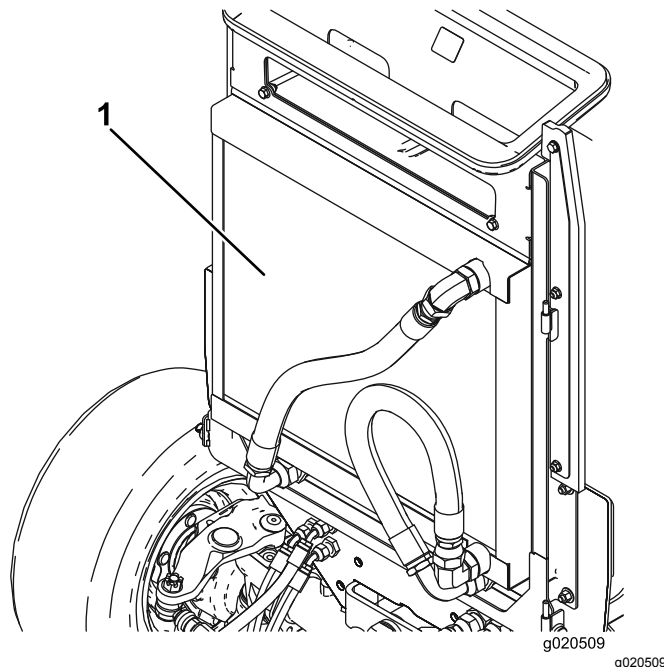

Figura 65
3. Limpie a fondo ambos lados del enfriador de aceite y del radiador con aire comprimido (Figura 65).